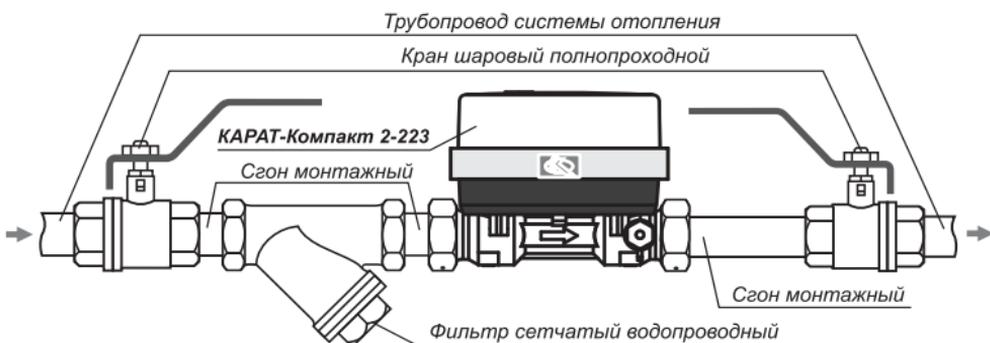

Рисунок 3 – Пример монтажа теплосчётчика
- подать рабочее давление в трубопровод и визуально убедиться в герметичности монтажа полученной сборки (рисунок 3).